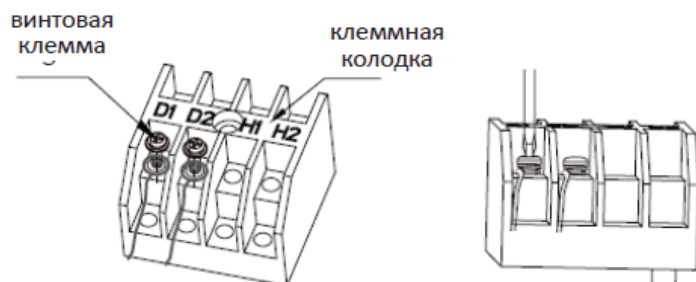

Рис. 6.3.1
- (1) Отсоединить крышку электрической секции.
- (2) Пропустить коммуникационный кабель через вводы.
- (3) Подключить коммуникационный кабель к контактам D1 и D2 четырехконтактной колодки внутреннего блока, см. рис. 6.3.1.